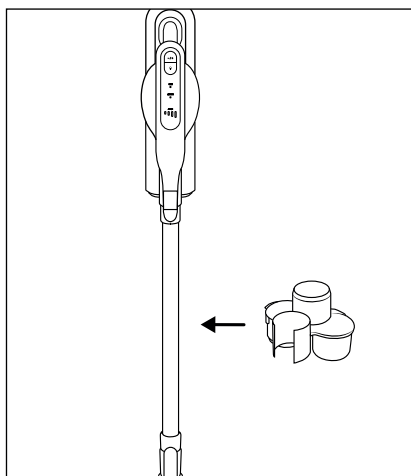

Fig. 19
- ◆ Fastgør holderen til tilbehør **17** på sugerøret **24** (se fig. 19).